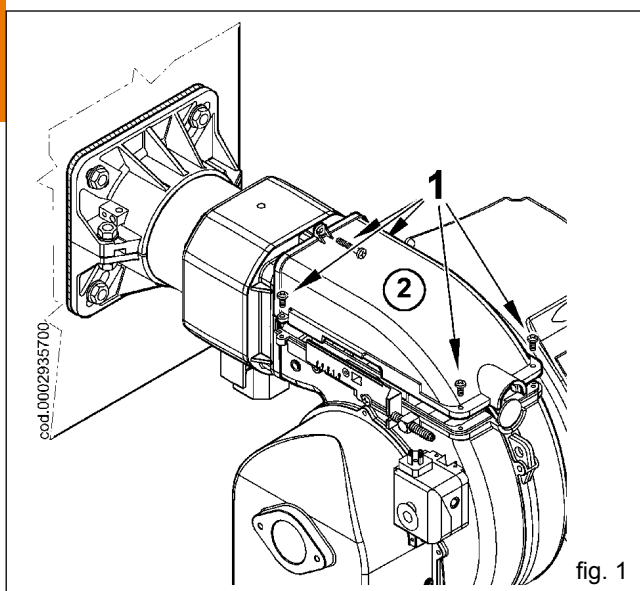

fig. 1
- 1) Dévisser les vis 1 et enlever le capot 2 (figure 1).
- 1) En suivant les instructions du paragraphe « Entretien », extraire le groupe de mélange et enlever la vis (1) qui relie la tige d'avancement (2) du groupe au tube de refoulement de gaz (3) en passant à travers la fente (4) du raccord coudé (figure 1).
- 2) Faire pivoter de 180 ° le raccord coudé de manière à ce que la cavité du tube de refoulement de gaz soit en face de la fente (4a) en position diamétralement opposée sur le raccord. Relier à nouveau la tige d'avancement (2) au tube de refoulement de gaz (3) avec la vis (1) de la figure 1.